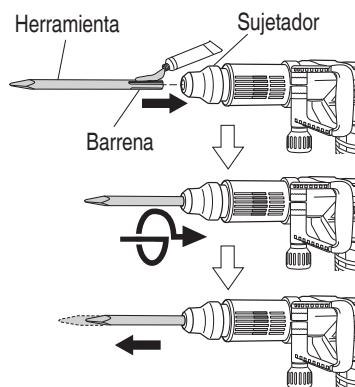

Fig. 2
- (1) Limpie y engrase la espiga con la grasa provista.
- (2) Para fijar la herramienta (espiga SDS max), insértela en el orificio hasta que entre en contacto con el extremo interior del mismo, como se muestra en la Fig. 2. Si continúa girando la herramienta con una ligera presión, podrá sentir un punto en el que note un obstáculo. En tal punto, tire del mango lateral en el sentido de la marca de flecha e inserte la herramienta completamente hasta que entre en contacto con el extremo interior.